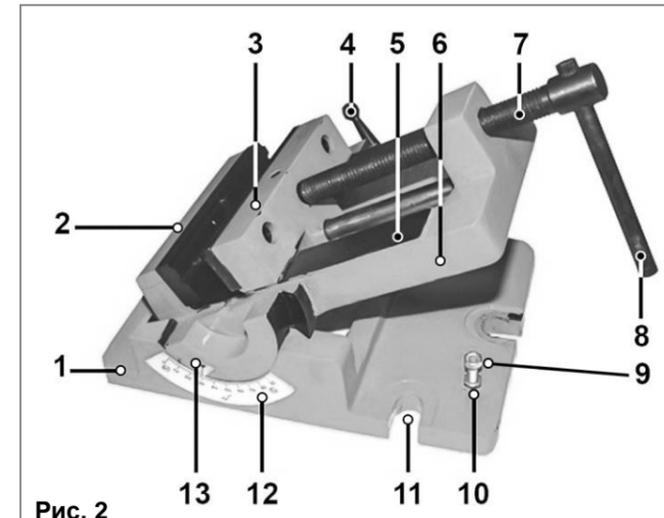

Рис. 2
5. УСТРОЙСТВО ТИСКОВ (Рис. 2)
6. УСТАНОВКА ТИСКОВ, ЗАКРЕПЛЕНИЕ ЗАГОТОВКИ (Рис. 2)
7.3. Периодически смазывайте все сопрягаемые поверхности и резьбу ходового винта (7), Рис. 2.